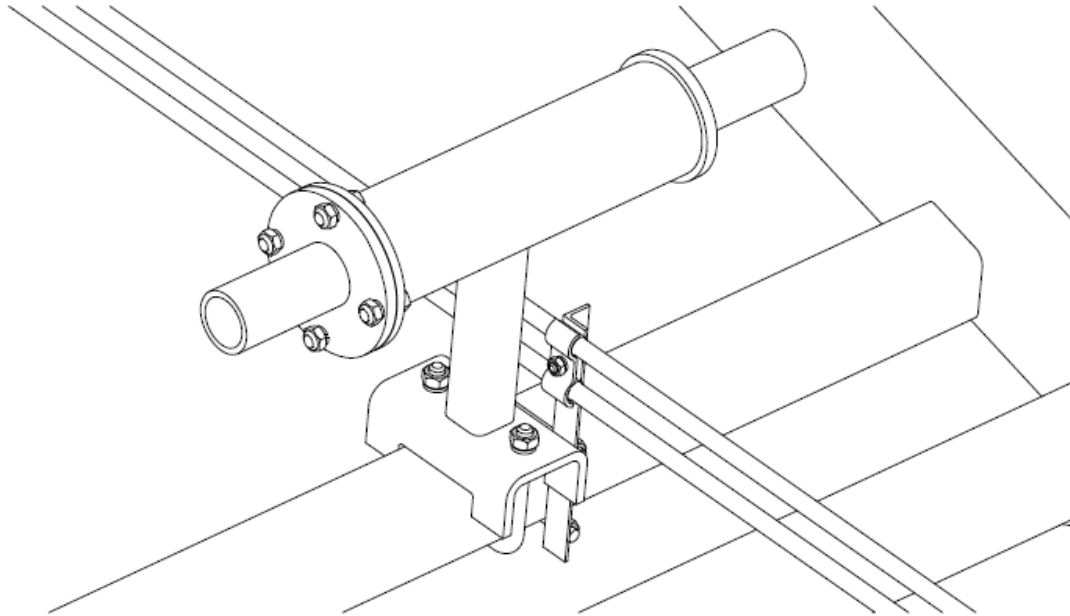

Рис.9 Амортизатор.
2.5.5 Амортизатор 1 (рис.9) пружинного типа устанавливается на дышле сцепки и предназначается для уменьшения ударных нагрузок, возникающих во время работы маркера.